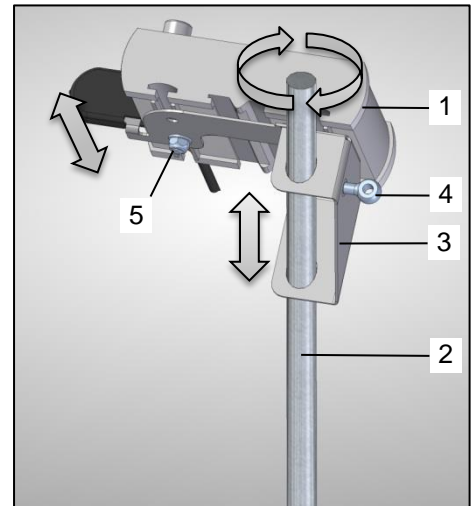

Bild 3: Montage
Bei der Montage des Terminals (Bild 3 / Pos.1) muss wie folgt vorgegangen werden:
- Wählen Sie eine geeignete Position in der Traktorkabine aus, an der Sie das Terminal (Bild 3 / Pos.1) befestigen wollen.
- Lösen Sie die Augenschraube (Bild 3 / Pos.4) an der Gerätehalterung (Bild 3 / Pos.3) auf der Rückseite des Terminals (Bild 3 / Pos.1).
- Führen Sie die Stange (Bild 3 / Pos.2) durch beide Löcher der Gerätehalterung (Bild 3 / Pos.3) (die Stange ist nicht im Lieferumfang enthalten, $\varnothing 22\text{mm}$).
- Sollte das Terminal (Bild 3 / Pos.1) beim Verschieben mit der Stange (Bild 3 / Pos.2) kollidieren, muss die Position des Gerätehalters (Bild 3 / Pos.3) am Terminal (Bild 3 / Pos.1) angepasst werden. Hierzu die Muttern (Bild 3 / Pos.5) lösen, das Terminal (Bild 3 / Pos.1) verschieben und die Muttern (Bild 3 / Pos.5) wieder festziehen.
- Positionieren Sie das Terminal (Bild 3 / Pos.1) in der gewünschten Höhe. Beachten Sie dabei, dass die Stange (Bild 3 / Pos.2) mindestens 2cm oberhalb aus der Gerätehalterung (Bild 3 / Pos.3) herausragen muss.
- Fixieren Sie das Terminal (Bild 3 / Pos.1) durch Festziehen der Augenschraube (Bild 3 / Pos.4) an der Stange (Bild 3 / Pos.2).